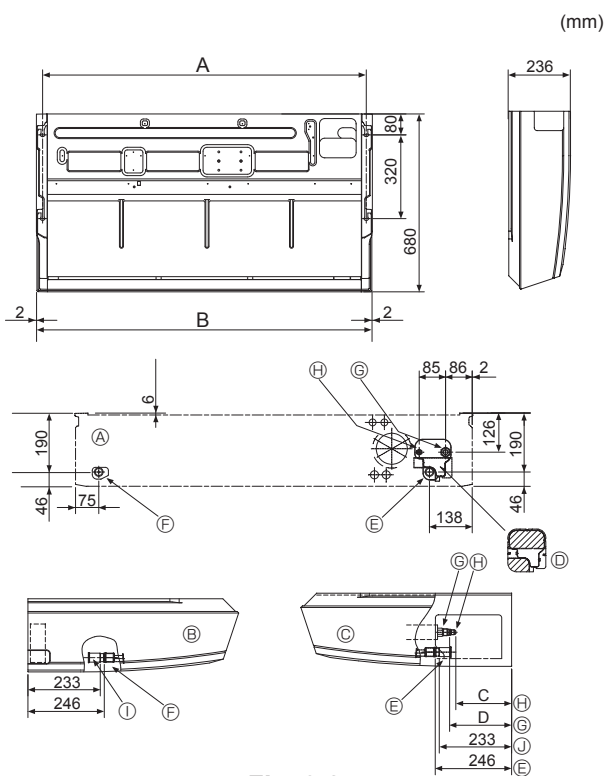

Fig. 3-2
①	Arandelas	4
②	Tapón de tubería	1 Tamaño grande (para la tubería del gas)
③	Tapón de tubería	1 Tamaño pequeño (para la tubería del líquido)
④	Bandas	4
⑤	Adaptador de junta	1 marcado "UNIT"
⑥	Tapón para el adaptador	1
⑦	Tapón para la tubería de drenaje	1
⑧	Tuerca abocardada	1 $\varnothing 6,35$ (Sólo M60)
3.2. Preparación para la instalación (Fig. 3-2)